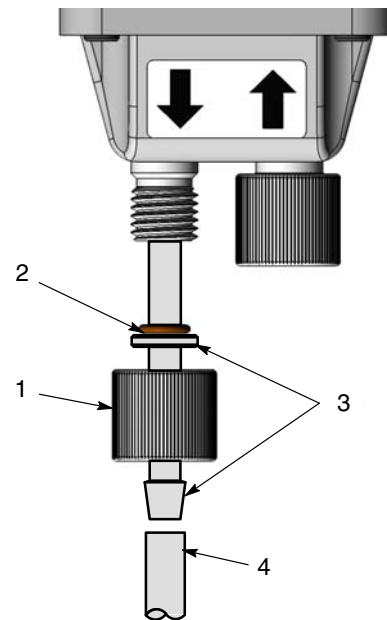

Figura 5 Conectarea tubulaturii flexibile la pompă
1. A se vedea Figura 5. Îndepărtați piulița de fixare (evacuare) (1) și inelul O (2) de pe pompă.
2. Montați inelul O (3) pe adaptorul pentru tub (3) până când acesta ajunge la flanșa adaptorului.
5. Împingeți tubulatura flexibilă pentru pulbere (4) pe capătul striat al adaptorului.